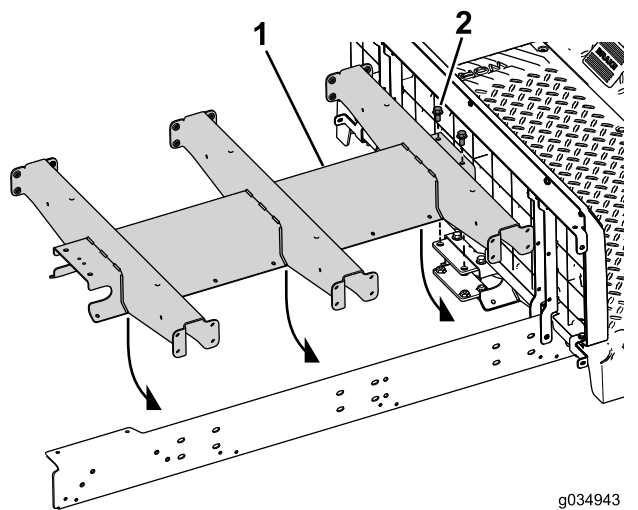

图73
4. 将 2 个螺栓 3/8 x 3-3/4 英寸和垫圈穿过中央通道和后底座 图73。